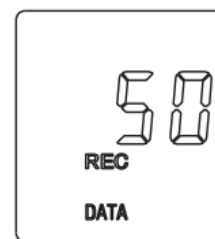

Fig.3
- 5.1 Para ajustar o número de vezes da gravação de dados. A indicação "REC" e o sinal "DATA" irão ambos piscar no LCD (Fig.3) e o número de gravações de tempo é exibido no display.